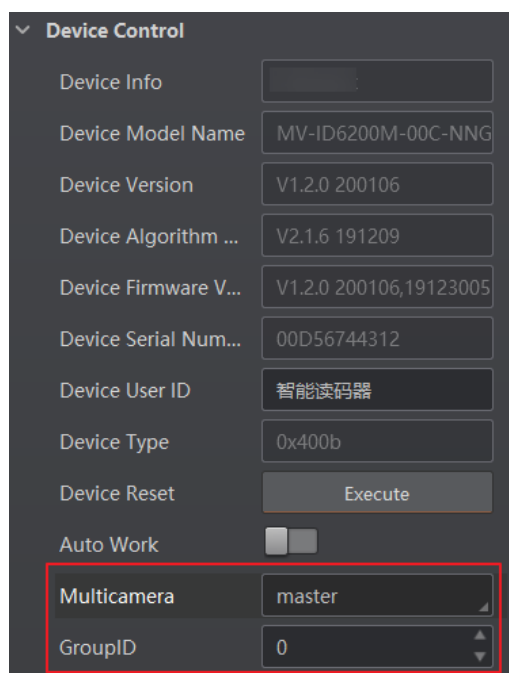

图3-44 设置组播功能
2. 在 Device Control 属性树下，根据实际需求设置 Multicamera 参数，master 为主设备，slave 为从设备，如图 3-44 所示。